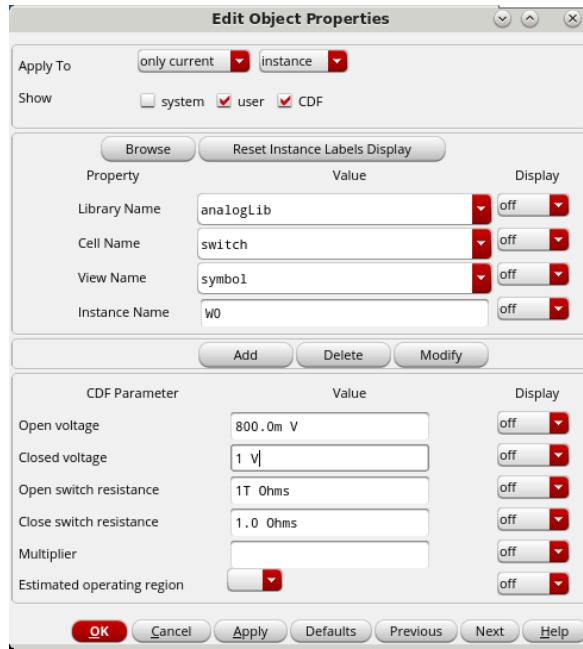

图 14 编辑理想开关属性
8. 在弹出的如图 14 所示的对话框中，在 **Open voltage** 属性栏输入 **0.8**，**Closed voltage** 属性栏输入 **1**（不用写单位，属性栏失去鼠标焦点时会自动补全）。点击 **OK** 按钮。